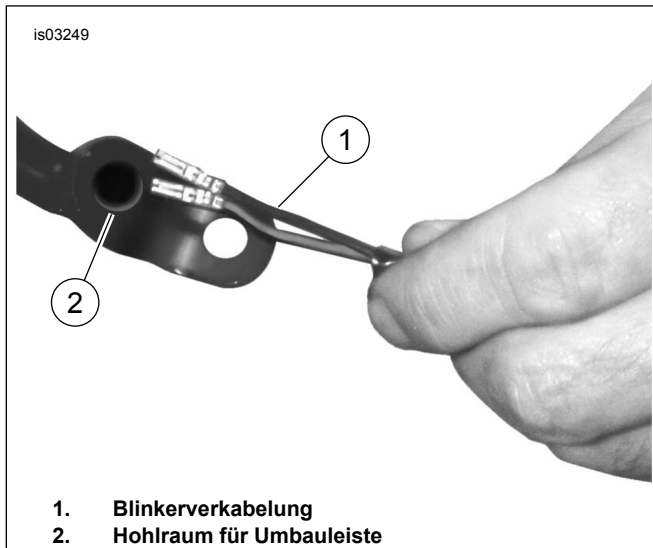

Abbildung 7. Verkabelung in Umbauhalterung verlegen.
1. Siehe Abbildung 7. Die Blinkerleuchtenverkabelung (1) durch den Hohlraum für die Blinkerleuchten-Umbauleiste (2) verlegen.